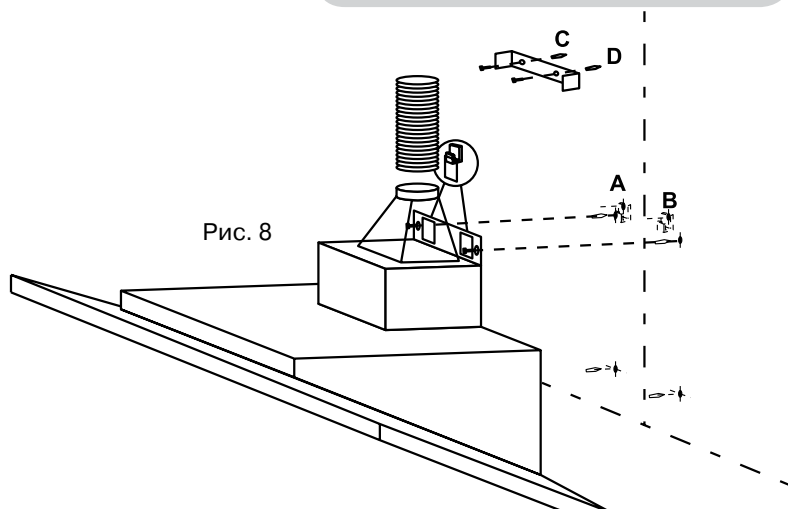

Рис. 8
1. Прежде чем приступить к сверлению отверстий под дюбели в стене произведите разметку. Для этого на вытяжке необходимо измерить расстояние между центрами отверстий, предназначенных для подвешивания вытяжки на стену. На нужной высоте начертить горизонтальную линию на стене по уровню. На этой линии наметить точки **А** и **В**, расстояние между которыми должно равняться расстоянию, измеренному между центрами отверстий для крепления вытяжки (см. Рис. 8).
10. Просверлить два отверстия **C**, **D** сверлом диаметром 6 мм на 5 см ниже потолка кухни (см. Рис. 8).
11. В просверленные отверстия **C**, **D** установить два дюбеля и привернуть планку для крепления декоративного кожуха (см. Рис. 8).